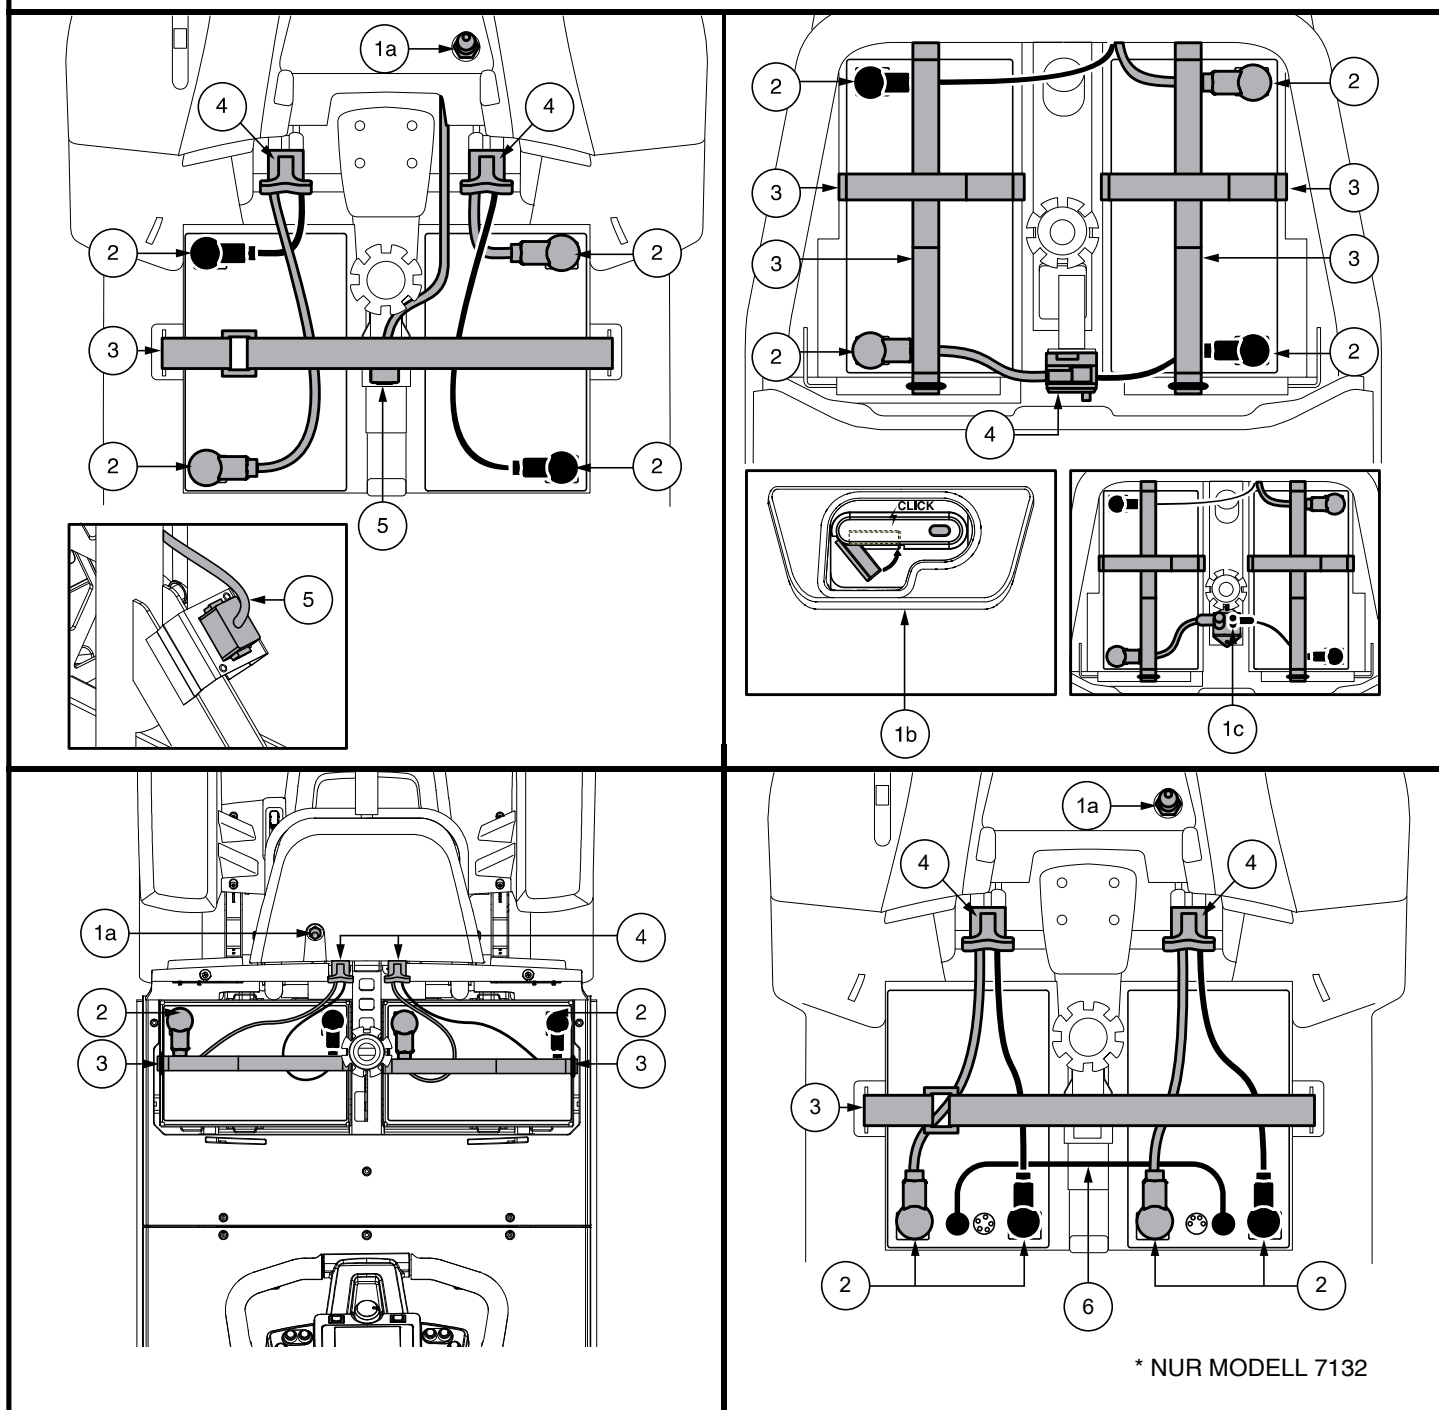

Abb. 17. Batterie Ausbau/Einbau Batteriepole und stecker
3. Bei allen Modellen AUSSER 614 und 714 ziehen Sie bitte das von vorne nach hinten verlaufende Kabel ab. Entfernen Sie beide Batteriekabel, indem Sie jedes Kabel aus seinem Gegenstecker ziehen. **Siehe Abb. 17.**
6. Legen Sie in jedes Batteriefach eine neue Batterie ein. Drehen Sie die Batterieklemmen jeder Batterie von der Sattelstütze weg, so dass die positiven (+) und negativen (-) Batterieklemmen wie in **Abb. 17** angezeigt positioniert sind.
HINWEIS: Die Modelle 614 und 714 verwenden Batterieriemen, um Batterien im Batteriefach zu sichern. Bitte sehen Sie sich für Informationen zur Anbringung der Batterieriemen Abb. 17 an.